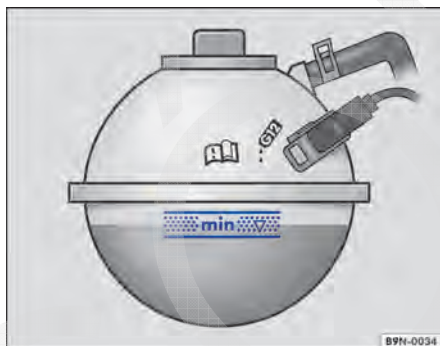

Fig. 136 No compartimento do motor: marca no reservatório de expansão do líquido de arrefecimento do motor.
- Com o motor frio, verificar o nível do líquido de arrefecimento do motor pela marcação lateral do reservatório de expansão do líquido de arrefecimento do motor ⇒ Fig. 136.
- O nível do líquido de arrefecimento do motor deve estar entre as marcas ⇒ Fig. 136 do reservatório de expansão. **Não reabastecer até acima do canto superior da faixa marcada** ⇒ .
- **Abastecer com líquido de arrefecimento do motor somente até o canto superior da faixa marcada ⇒ Fig. 136. Caso contrário, ao aquecer-se, o líquido de arrefecimento excedente será jogado para fora do sistema de arrefecimento do motor e poderá ocasionar danos.**